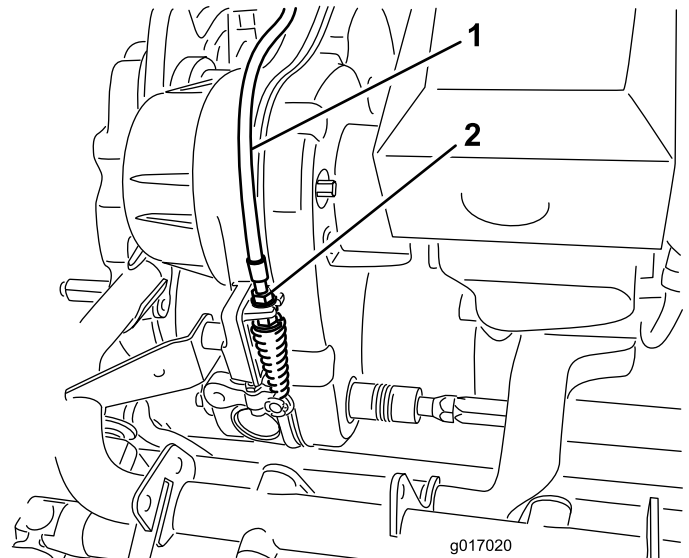

Bild 47
2. Stellen Sie den Spindelbowdenzug am Getriebschott (Bild 47) ein, um eine Federlänge von 70,6 bis 72,4 mm (2,78-2,85") zu erhalten.